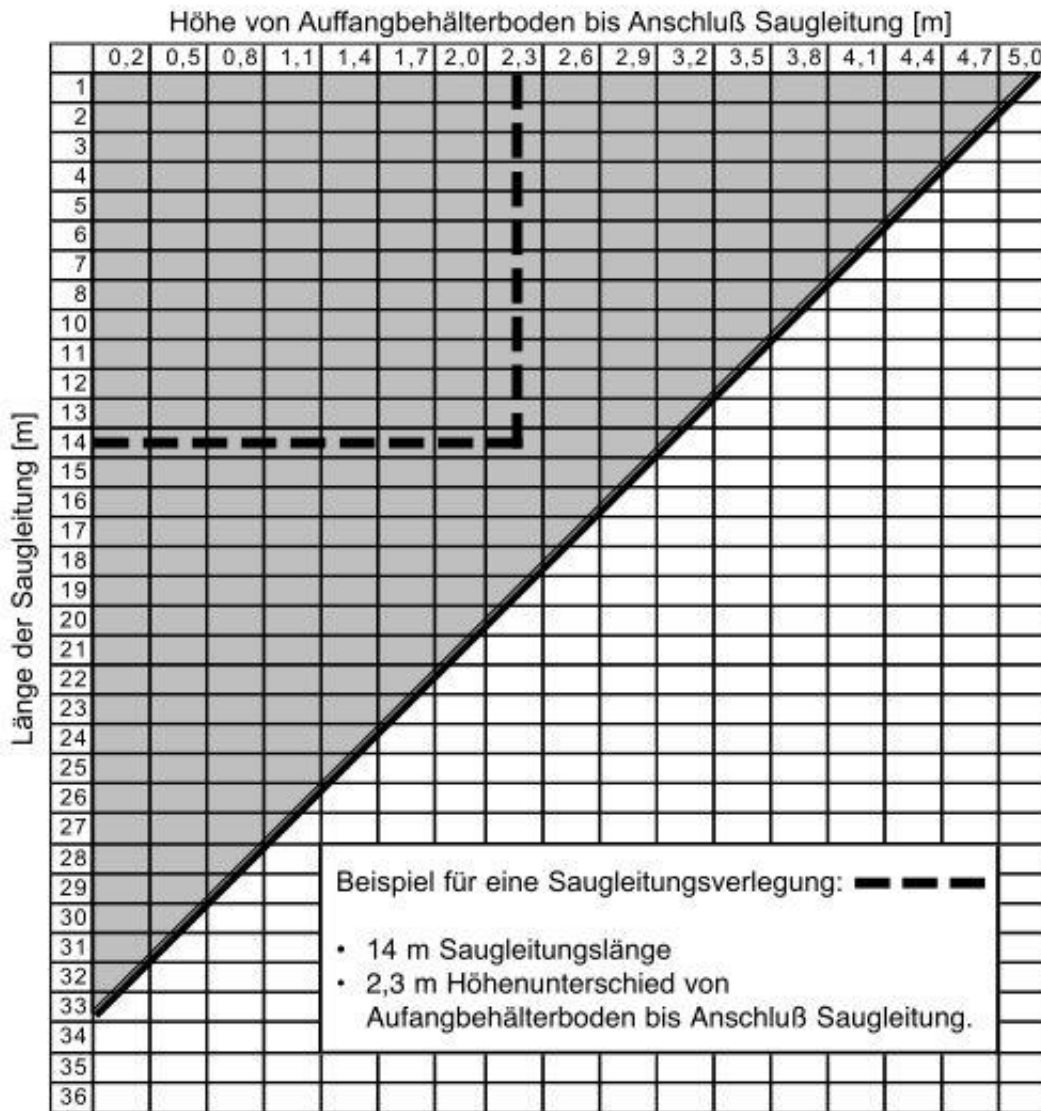

Abbildung 11: Verlegehinweis Saugleitung
- Mögliche Längen- und Höhenunterschiede, siehe Abbildung 11.